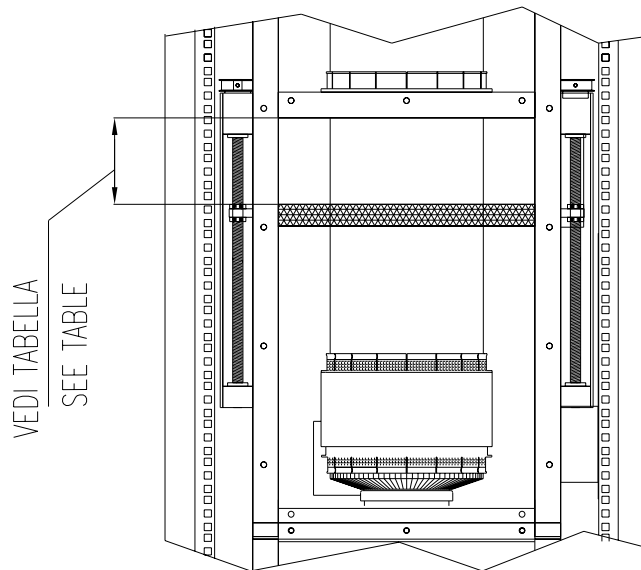

FIGURA 23 REGOLAZIONE FREQUENZA
- 8) A questo punto ridare alimentazione alla macchina e tenendo il pulsante OFF premuto portare con il pulsante OUPUT TUNE l'altezza del piano sintonia (FIGURA 23) alla msira corrispondente alla frequenza desiderata in modo da avere una presintonia in frequenza.